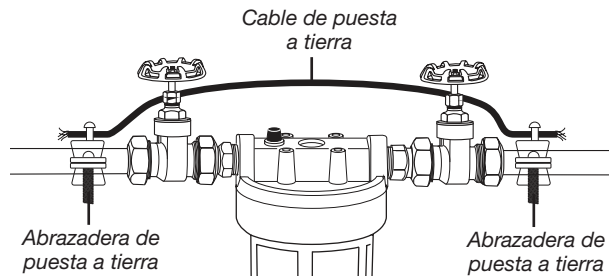

Figura 3
5. Instale el juego de puesta a tierra de Whirlpool WHKF-GRND (ver Figura 3) en los sistemas de tuberías metálicas de agua.